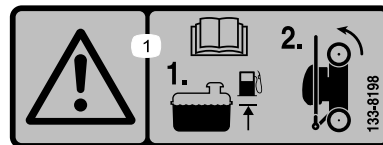

Figura 15
1. Certifique-se de que o nível de combustível no depósito de combustível não é superior ao recomendado pelo fabricante do motor; consulte o autocolante do fabricante do motor colocado no motor (Figura 15).